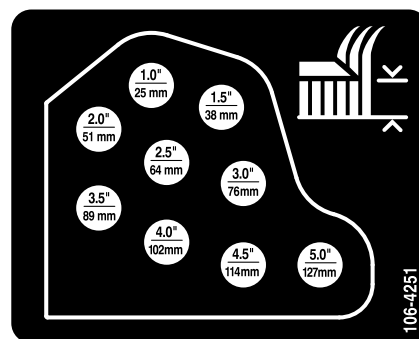

Figure 20
- Montez les chaînes de hauteur de coupe dans le trou correspondant à la hauteur de coupe voulue à l'aide de l'axe de chape et de la goupille fendue (Figure 20).